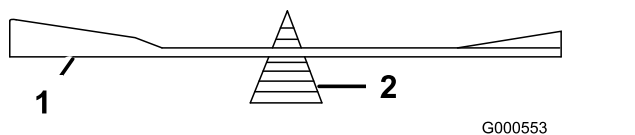

Bild 84
2. Prüfen Sie die Auswuchtung des Schnittmessers auf einer Ausgleichsmaschine (Bild 84).